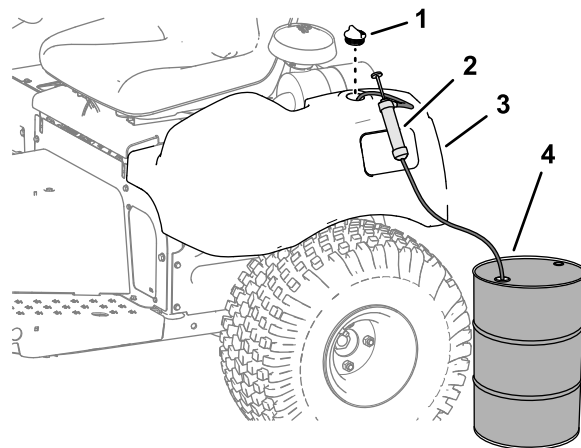

图46
1. 从液压油箱上取下盖子图46。
2. 将液压油从液压油箱中泵出图46。